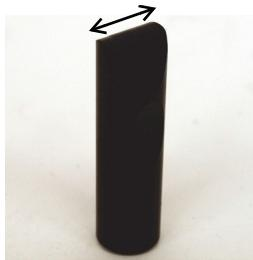

Figura 5-32 Frente más largo de la punta de la sonda
1. Alinee la sonda entre las dos perforaciones del estándar de calibración; a continuación, sitúe el frente más largo de la punta de la sonda (vea la Figura 5-32 en la página 163) de manera perpendicular a las perforaciones y pulse la tecla A-LIFT NULL ().